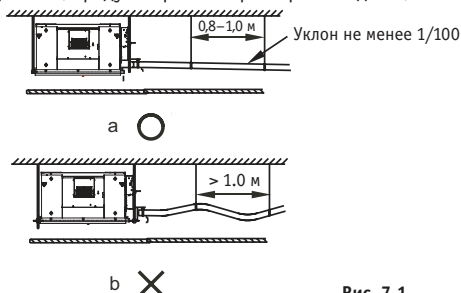

Рис. 7.1
4. Чтобы возврат конденсата обратно в поддон внутреннего блока при выключении системы, дренажная трубка воды должна иметь уклон наружу (к стороне слива) более 1/100. Дренажная трубка конденсата не должна провисать и не сливать воду, в противном случае возникнут проблемы с отводом конденсата. См. рисунок 7.1.
5. При соединении дренажного трубопровода воды не прикладывайте силу, чтобы протянуть трубы, в противном случае соединения трубопроводов конденсата ослабнут. В то же время, чтобы предотвратить прогиб труб дренажа конденсата, предусмотрите опоры через каждые 0,8–1 м. См. рисунок 7.1.